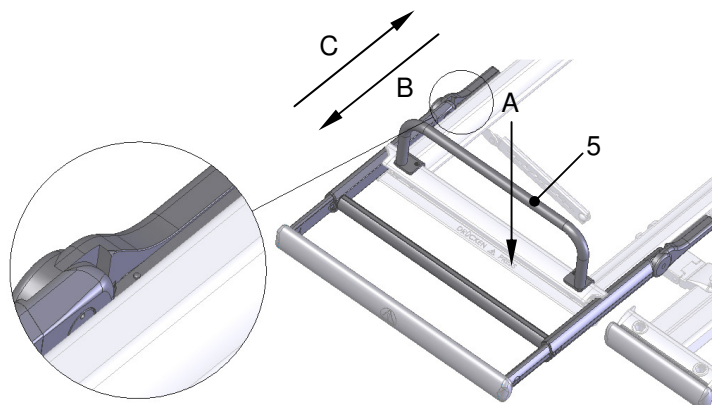

Abb. 3
2. Drücken Sie das Auslöseprofil nach unten (Richtung A) und ziehen Sie das Seitengitter heraus (Richtung B) (Abb. 3).
3. Zum Einbau des neuen Seitengitters müssen Sie das Auslöseprofil wieder herunterdrücken (Richtung A) und beide Gelenke gleichzeitig in die Rahmenquerprofile einführen (Richtung C) (Abb. 3).
4. Schlagen Sie die Zylinderstifte des eingebauten Seitengitters mit einem flachen Gegenstand von oben nach unten, so dass Zylinderstift und Gelenkführung bündig sind (Detail Abb. 3). Achten Sie dabei darauf, dass die Gelenkführung nicht beschädigt wird.
6. Schrauben Sie die 4 vorhandenen Matratzenhalter (5) am Bett ab und montieren Sie anschließend die erhöhten Matratzenhalter.